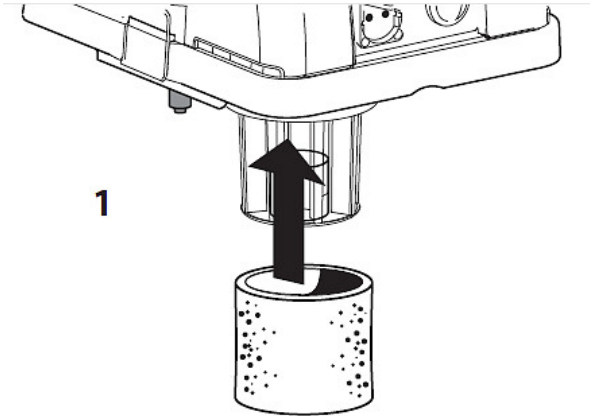

Abb. 5: Montage des Filter
Schritt 1: Öffnen Sie den Karton und entnehmen Sie den PU-Filter. Setzen Sie den Filter laut Abb. 5 ein.